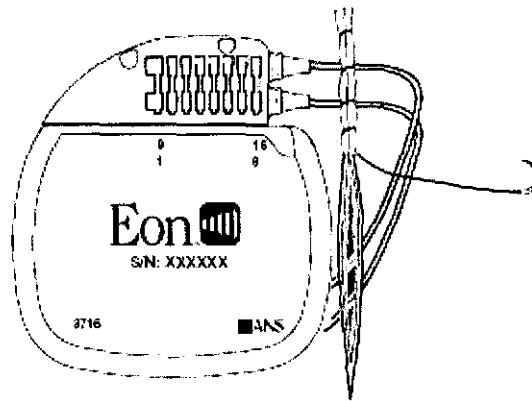

FIGURA 33
6. La posición del GII en la cavidad debe estar alejada de la sutura de incisión de la cavidad (ver Figura 33).